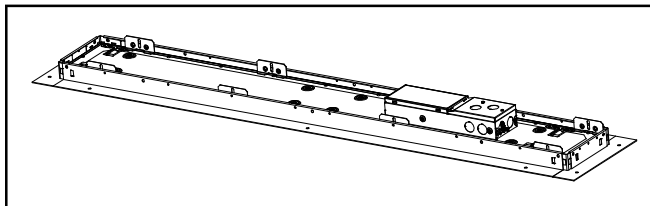

Figure 2A.
- Placez les supports en L inclus à l'arrière du luminaire et fixez-les au cadre à l'aide des vis fournies. (Figure 2A). (Voir la figure 2B pour la mise en place des supports selon la taille du luminaire.)